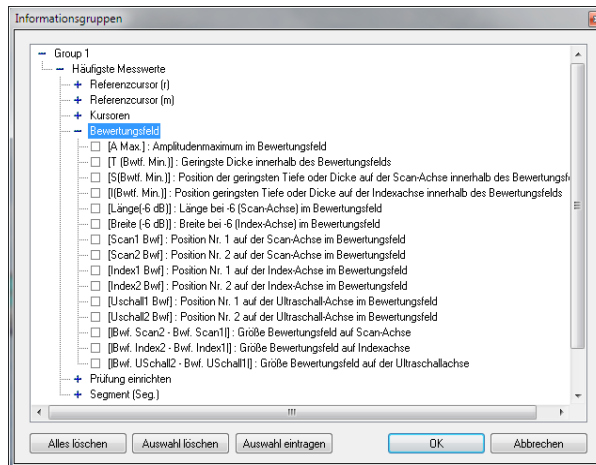

Abbildung 7-55 Bewertungsfeldparameter
- b) Wählen Sie unter **Bewertungsfeld** die anzuzeigenden Messwerte aus (siehe Abbildung 7-55 auf Seite 420).